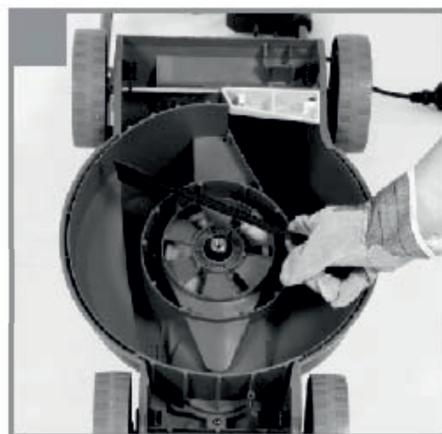

Рис. 13
- Снимите старый нож и установите новый (рис. 13)